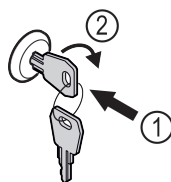

Fig. 161
- ▶ Włożyć kluczyk. Fig. 161 (1)
- ▶ Przekręcić kluczyk o 90° w prawo. Fig. 161 (2)